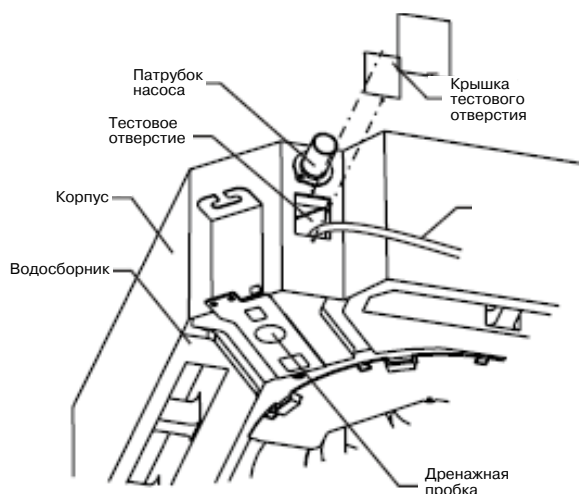

Рис. 19
1. Снимите крышку тестового отверстия и залейте в водосборник 2000 мл воды через трубку (см. рис. 19).